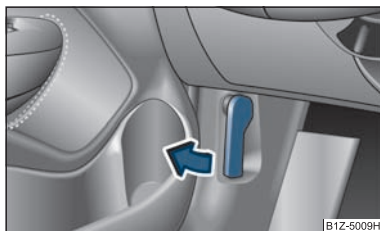

Fig. 161 Maneta de deblocare a capotei
- Trage i maneta de deblocare de sub bord, pe partea oferului ⇒ fig. 161.
- Debloca i capota motorului ⇒ fig. 161.